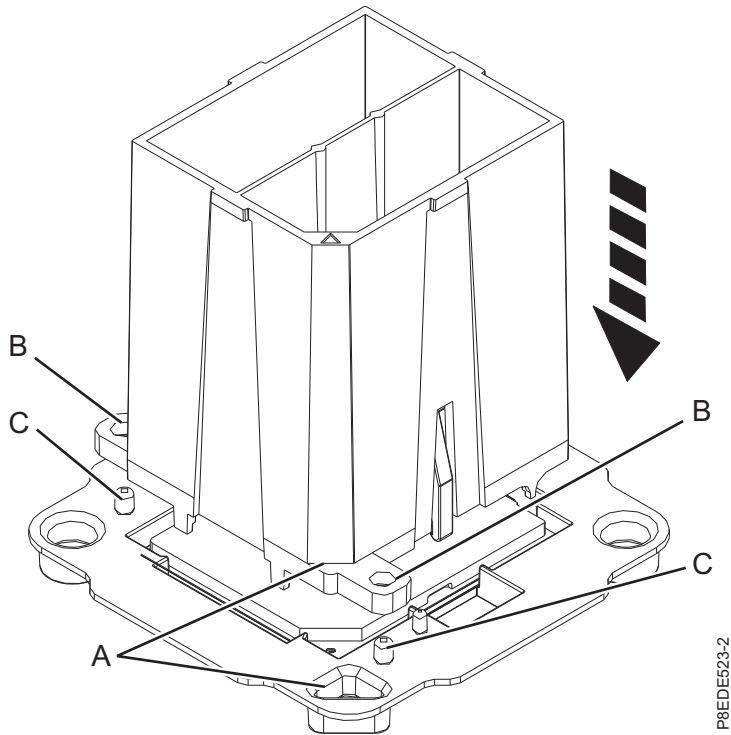
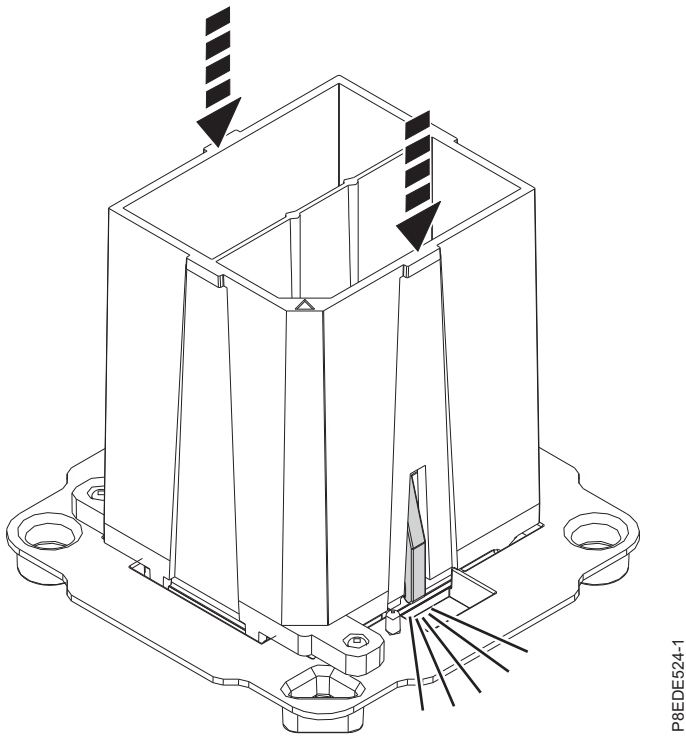

Figure 162. Alignement de l'outil de retrait
Figure 163. Fixation du module processeur système dans l'outil
- a. Retirez le module processeur de remplacement du bac de transport. A l'aide de l'outil de retrait fourni (référence 01AF101), alignez l'angle biseauté (A) de ce dernier avec l'angle biseauté du module, comme illustré dans la figure 162, à la page 146.
- b. Abaissez l'outil sur le module processeur système en vérifiant bien que les deux broches de guidage (C) s'insèrent dans les trous d'alignement (B) de chaque côté de l'outil, comme illustré dans la figure 162, à la page 146. Poussez ensuite l'outil vers le bas pour bloquer le module processeur système dedans, comme illustré dans la figure 163, à la page 146. N'appuyez pas sur les pattes de déverrouillage bleues, des instructions ultérieures vous inviteront à le faire.